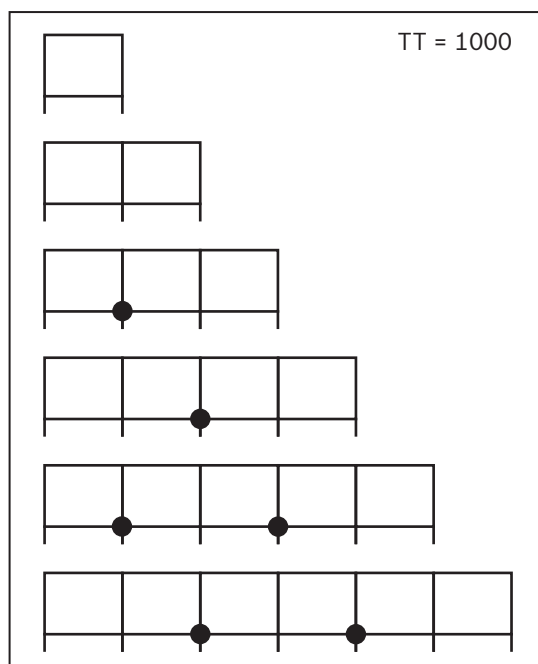
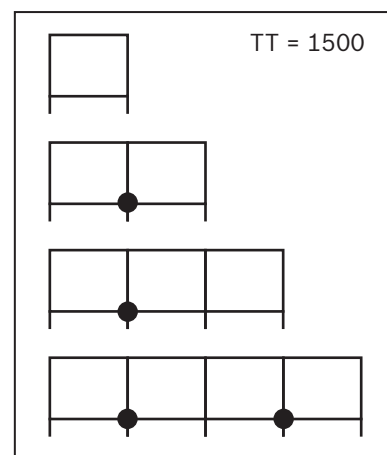

Fig. 30a
Fig. 30b
- Förderbahnen an den in Fig. 30a bzw. Fig. 30b markierten Positionen (●) fixieren.
- fasten conveyor tracks in positions marked (●) according to Fig. 30a or Fig. 30b.
- Fixer les voies de convoyage aux positions marquées par (●) dans les Fig. 30a et Fig. 30b.
- Fissare le linee di trasporto nelle posizioni marcate (●) nella Fig. 30a e Fig. 30b.
- Fijar las líneas de transporte en las posiciones marcadas en Fig. 30a o Fig. 30b (●).
- Fixar pistas de transporte nas posições marcadas (●) na Fig. 30a e Fig. 30b.